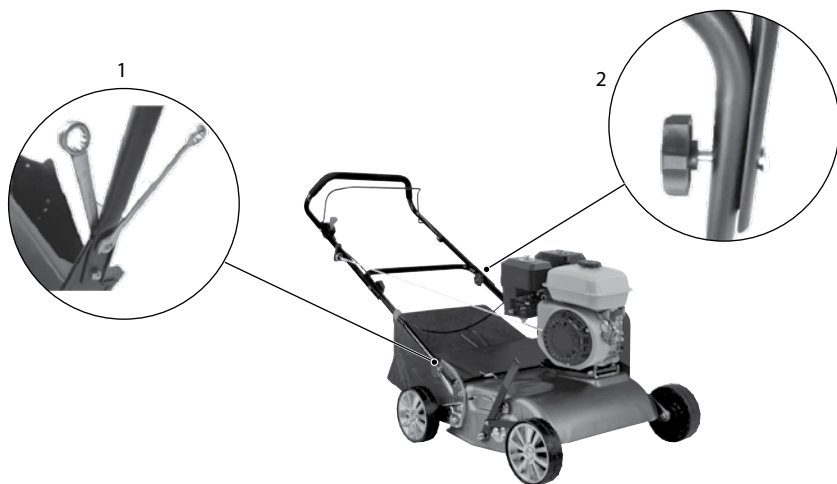

Рис. 1
1. Закрепите на корпусе нижнюю часть рукоятки болтами: зафиксировав шайбу вместе с гайкой с внутренней стороны, закрутите болт по часовой стрелке 1 (рис. 1).
2. Зафиксируйте верхнюю рукоятку к нижней части 2 (рис. 1).